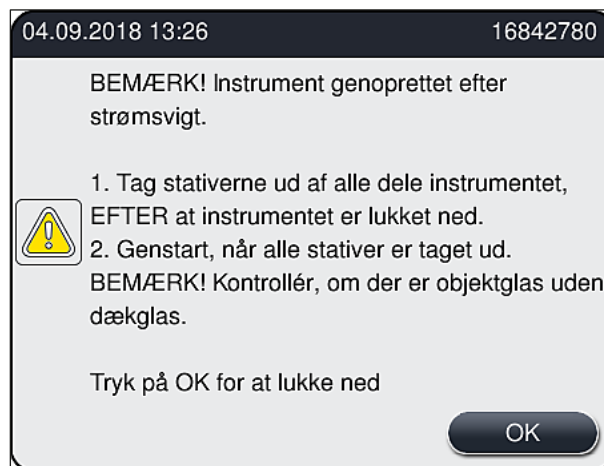

Fig. 109
- Når strømforsyningen er blevet gendannet, genstarter instrumentet automatisk. Brugeren får besked om strømafbrydelsen i en meddelelse (→ Fig. 109) på skærmen, og hændelsen registreres i hændelseslogfilen.
- ① Når strømforsyningen er blevet genetableret, genstarter instrumentet automatisk. Der lyder advarselssignaler, og der vises en advarsel på displayet (→ Fig. 109).
Følg derefter anvisningerne i meddelelsen (→ Fig. 109), og fjern objektglassene fra instrumentet.